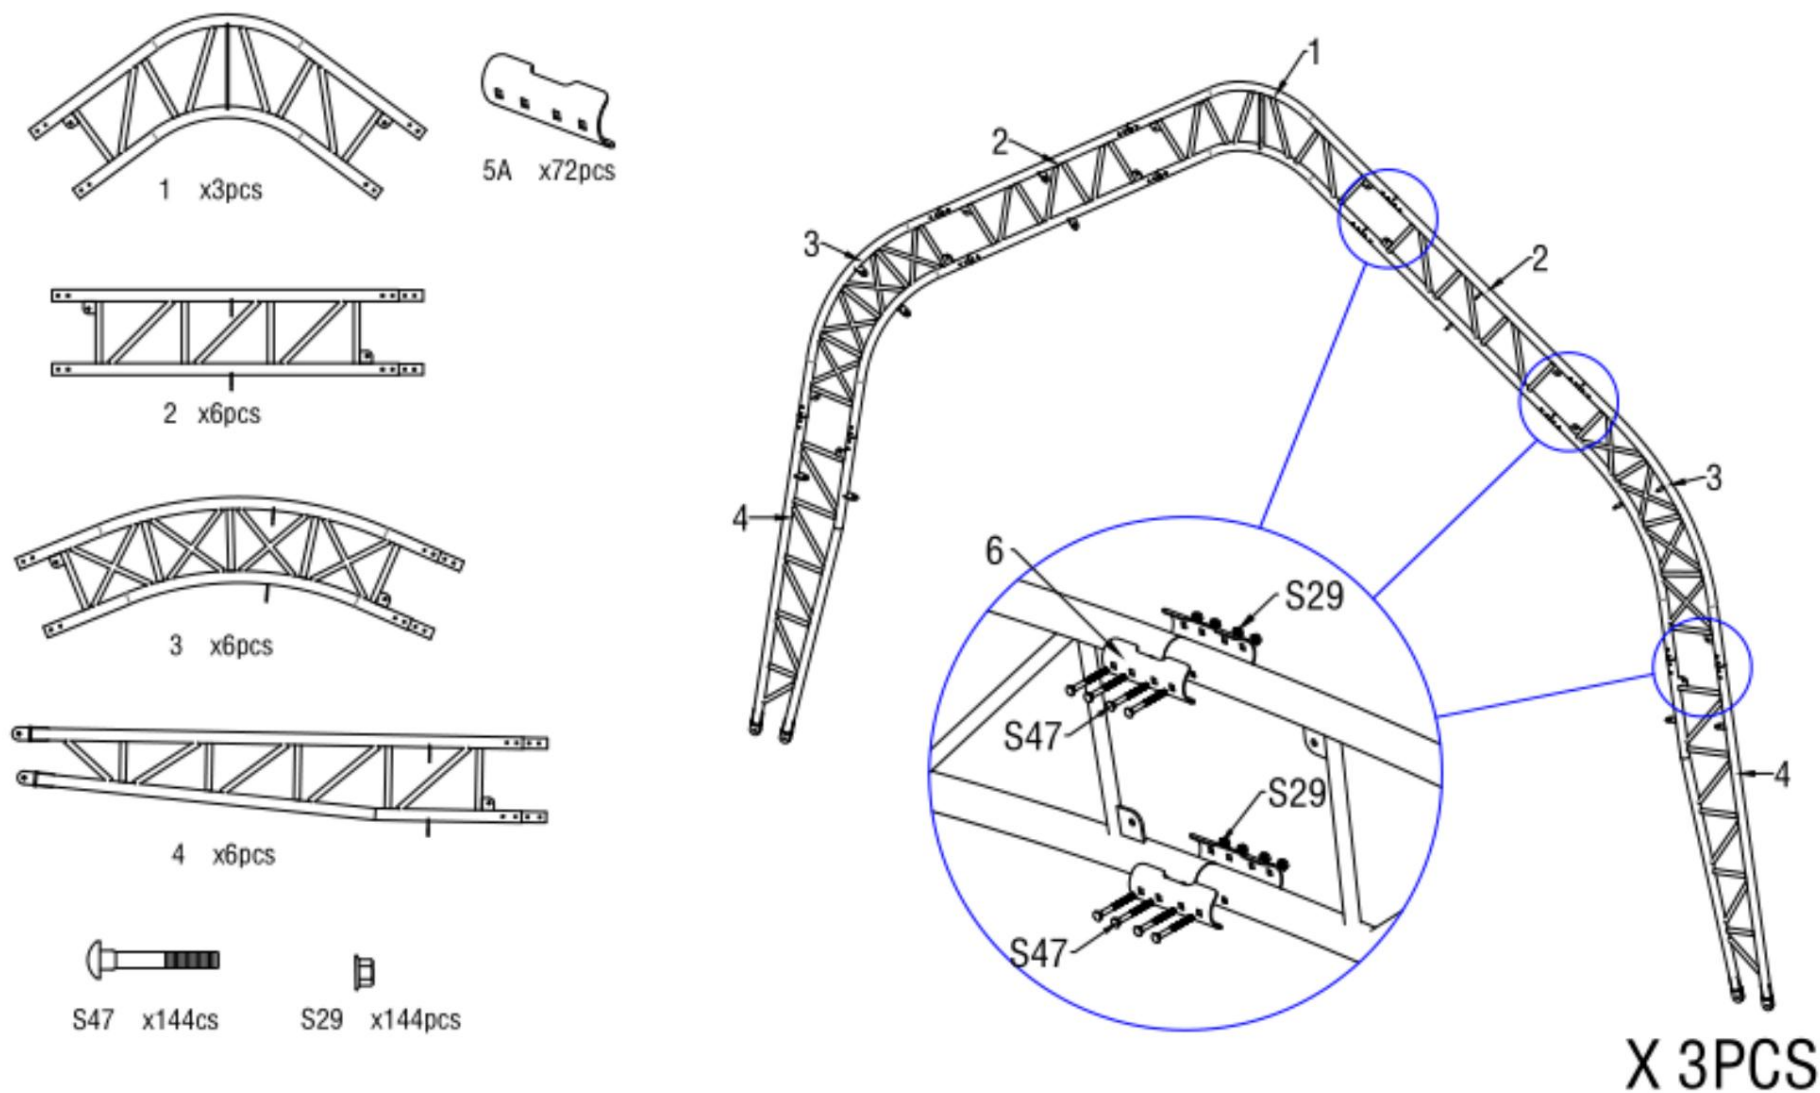

Figure 4
2. Comme illustré à la figure 4, trouvez un tube de toit supérieur (n° 1), deux tubes de courbure supérieurs (n° 2), deux tubes d'épaulement (n° 3), deux tubes inférieurs (n° 4) et assemblez chaque arceau avec une vis M8x70 (n° S47). N'installez PAS la vis sur le dessus de la ferme, là où la toile reposera.
- Remarque : le tube de toit supérieur, le tube de courbure de toit et le tube de courbure inférieur (n° 1A, 3 et 3A, 4 et 4A) qui sont soudés avec des plaques d'acier pour les portes avant et arrière sont différents de l'arche centrale. (Figure 4)